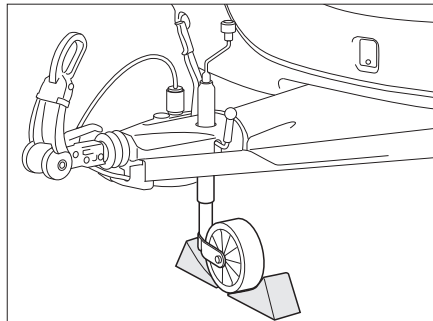

Fig. 171 Bloquer la roue d'appui
- Placer la roue d'appui de manière perpendiculaire au sens de la marche et la bloquer avec des auxiliaires adéquats (Fig. 171).